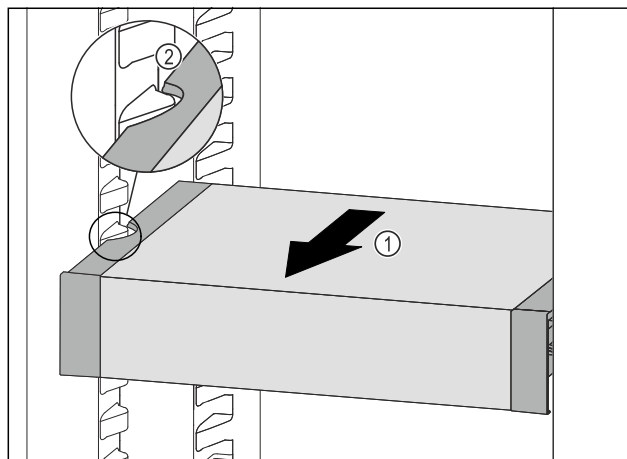

Fig. 145
- Trageți în față VarioSafe Fig. 145 (1), până când degajările laterale ale VarioSafe se află la înălțimea nervurii recipientului din frigider. Fig. 145 (2)